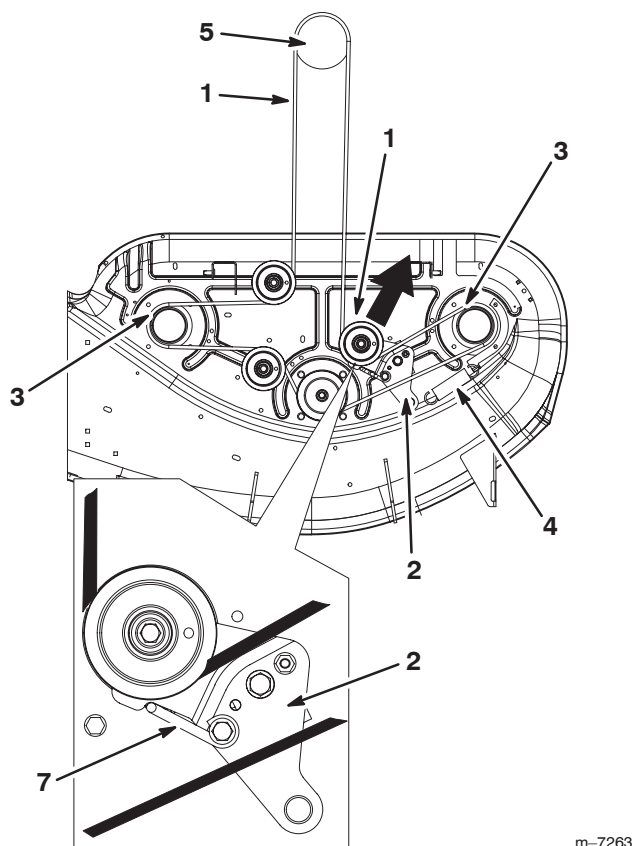

Figure 43
5. Tirez la poulie de tension dans la direction indiquée à la Figure 43 et retirez la courroie des poulies.
6. Acheminez la courroie neuve autour de la poulie du moteur et des poulies du plateau de coupe (Fig. 43).
7. Tirez la poulie de tension dans la direction indiquée à la Figure 43 et acheminez la courroie autour de la poulie de tension (Fig. 43).
8. Tournez le guide-courroie vers la poulie jusqu'à ce qu'il bute contre le bras de la poulie de tension (Fig. 43).